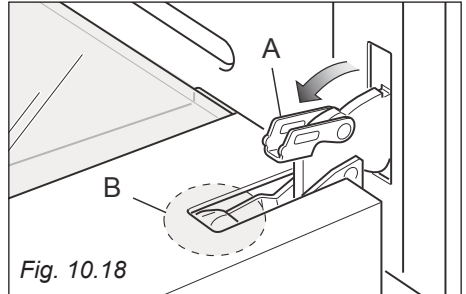
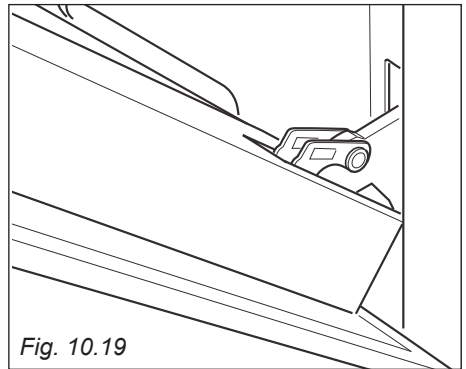

Fig. 10.18
Fig. 10.19
- Aprire completamente la leva "A" delle cerniere destra e sinistra (fig. 10.18).
- Socchiudere dolcemente la porta (fig. 10.19) fino a quando le leve "A" delle cerniere destra e sinistra si agganciano alla parte "B" della porta (fig. 10.18).
- Assicurarsi che la porta sia bloccata aperta (vedere fig. 10.19).